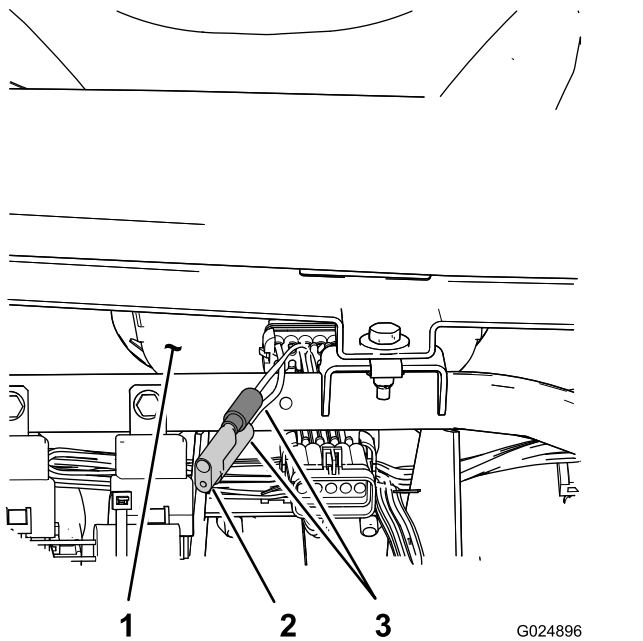

Figura 78
3. Localize os dois fios soltos próximos do velocímetro (Figura 78).
4. Remova o conector da cablagem e ligue os fios em conjunto (Figura 78).